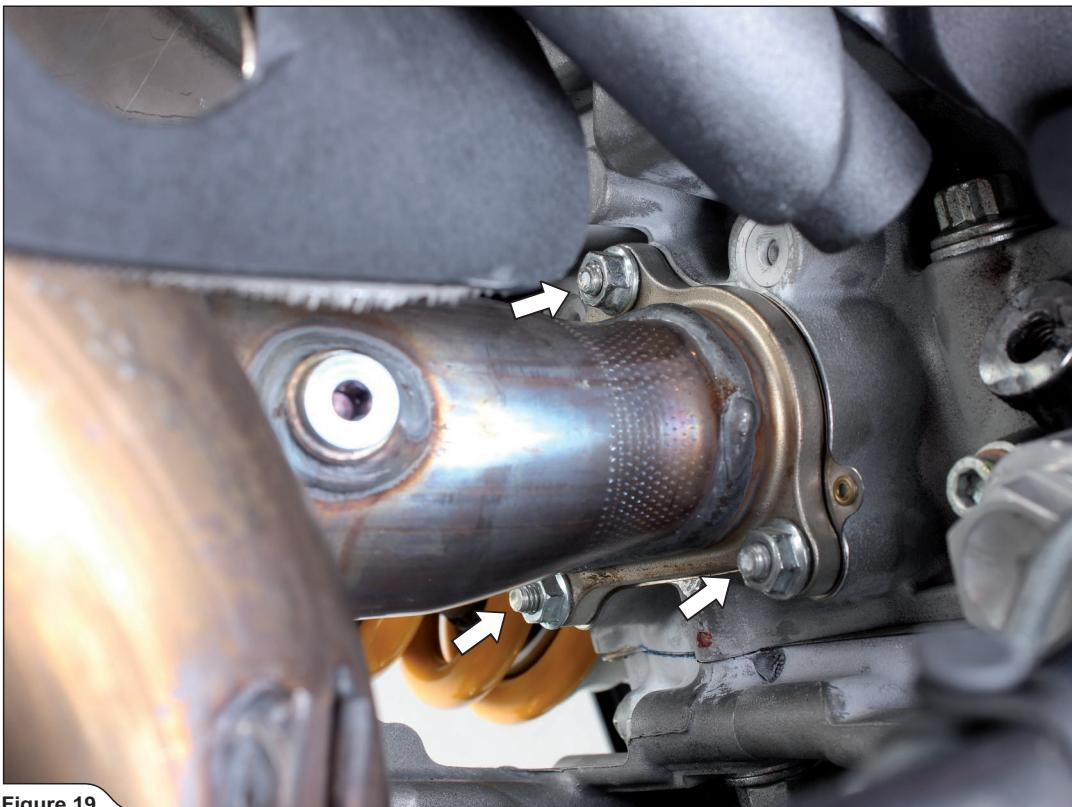

Figure 19
15. Desserrer les écrous indiqués et déposer avec soin le tuyau du collecteur arrière du motocycle (Figure 19).
15. Die angegebenen Muttern lösen, dann das hintere Krümmerrohr vorsichtig vom Motorrad entfernen (Figure 19).